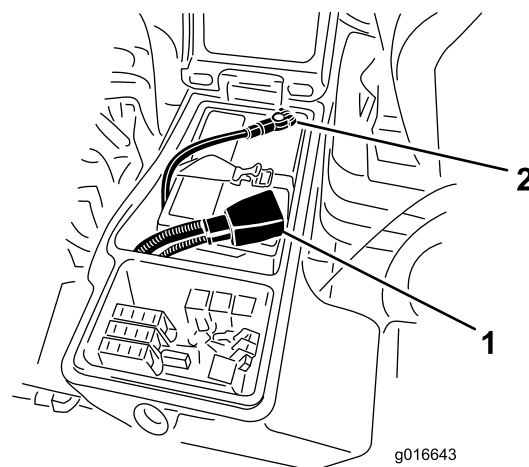

Рисунок 133
3. Отсоедините отрицательный кабель аккумулятора (Рисунок 133).